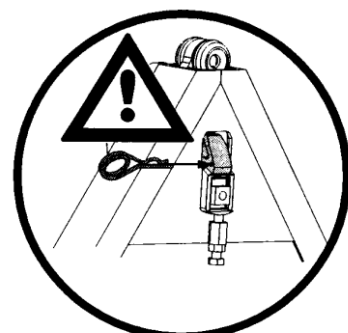

Abb. 2
- dass der Sperrhaken der Zugeinrichtung nach Abb. 2 gesichert ist